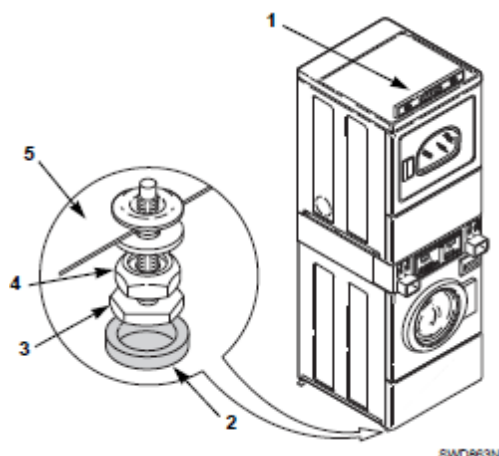

Рисунок 4
Закрепите резиновые накладки (поставляются в наборе деталей) на все четыре уровневые ножки. Смотрите *Рисунок 4*.
**Модели NT1LLFSP411UW06 и NT2LLFSP401UW06:** В соответствии с правилами водопользования, данная машина должна быть оборудована одним обратным клапаном 3/4 дюйма для горячей и холодной воды, который располагается между запорным вентилем и шлангом наполнения. Смотрите *Рисунок 4*. Максимальный расход воды, проходящей через диспенсер, составляет 10 литров в минуту.